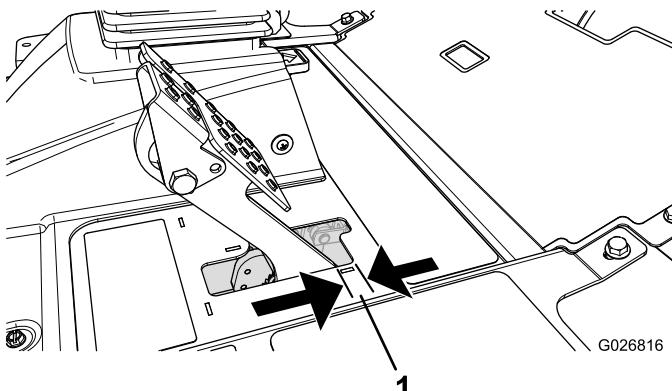

Рисунок 55
Тормоза необходимо отрегулировать, если свободный ход (Рисунок 55) педали тормоза превышает 2,5 см или требуется большее усилие нажатия для торможения. Свободный ход — это расстояние перемещения педали тормоза до ощущения тормозного сопротивления.
- Затягивая заднюю гайку, переместите тросик назад так, чтобы свободный ход педалей тормоза составил от 0,63 до 1,27 см (Рисунок 55) до момента фиксации колес.